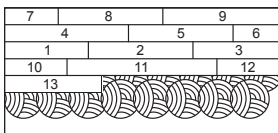

Figura 10d
- No esparza el adhesivo mucho más adelante del área donde está trabajando (Figura 10d)